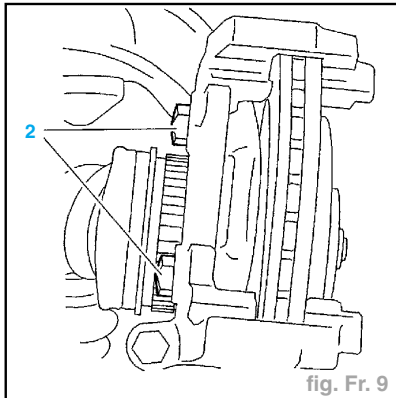

fig. Fr. 9
- Déposer (fig. Fr. 9) :
- les 2 vis (2) du support de l'étrier.